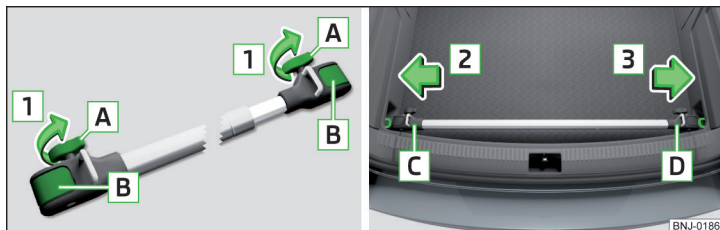

Bild 110 Monterad/demontera tvärbalk: Skruva loss skruvarna och spärra upp hållarna/placera tvärbalken på förankringsöglorna
- Skruva loss skruvarna **A** » bild 110 i pilens riktning **1** och dra ut delvis.